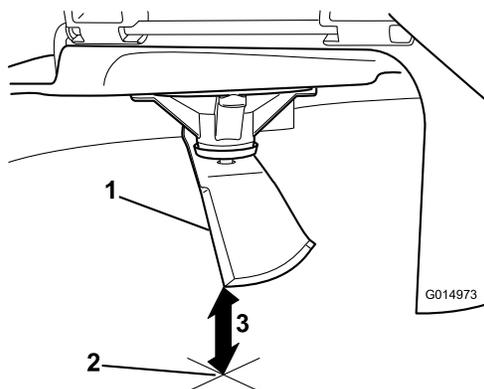

Figura 77
3. Misurate dalla punta della lama alla superficie piana (Figura 77).